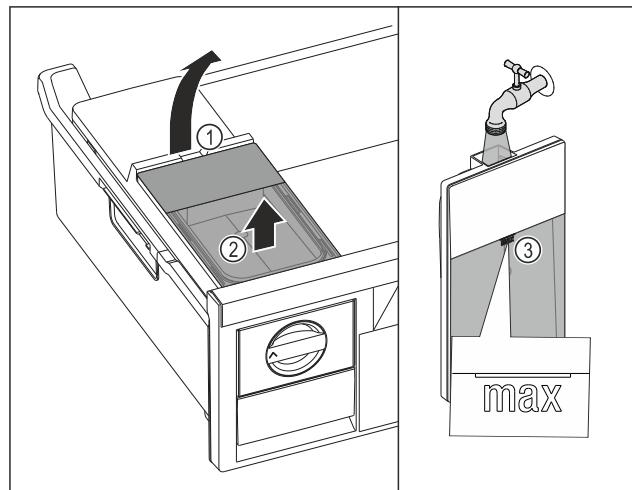

Fig. 121
- Nádržku na vodu nadvihnite za vybranie Fig. 121 (1).
- Nádržku na vodu odoberiete nahor. Fig. 121 (2)
- Nádržku na vodu napľňte pitnou vodou po značku Fig. 121 (3).